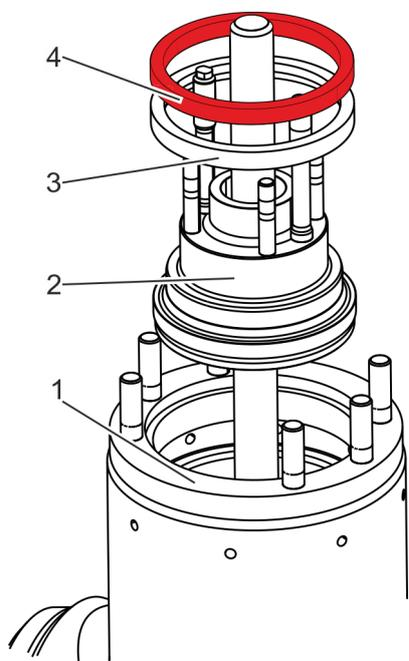

Fig. 33: Mise en place du couvercle de fermeture
Mettre en place le couvercle de fermeture (Fig. 33/2) dans le carter (Fig. 33/1) à l'aide de l'engin de levage adapté.
17. Monter la nouvelle bague d'étanchéité (Fig. 33/3).
18. Poser la bague d'appui (Fig. 33/4) sur la bague d'étanchéité (Fig. 33/3).